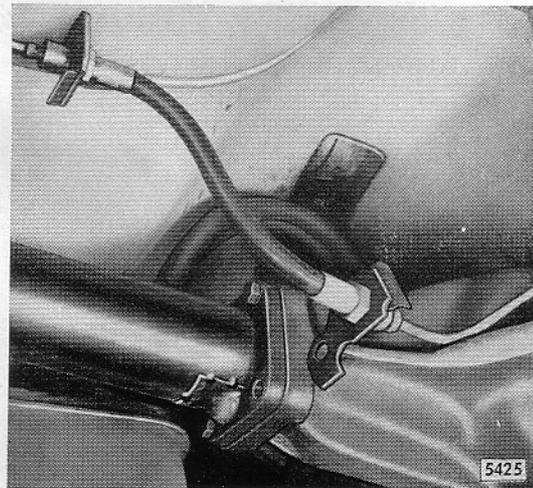

Bild B 21 - Halter für Bremsdruckschlauch und Bremsleitung von Hinterachsverlängerung und Hinterachse gelöst
2. Halter für Bremsdruckschlauch und Bremsleitung von Hinterachsverlängerung abschrauben (Bild B 21). Beide Stoßdämpfer an unterer Befestigung lösen.